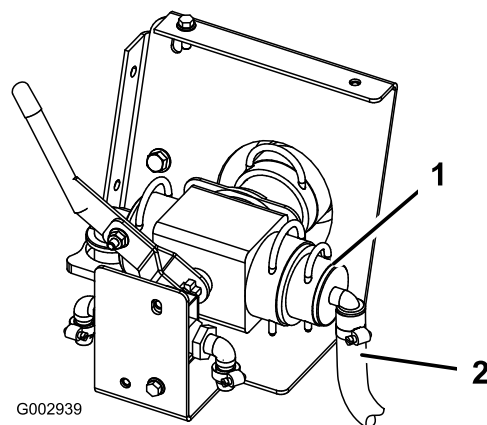

Figure 39
22. Branchez l'ensemble flexible de 3/4 pouce au distributeur en face de l'avant du véhicule (Figure 39).